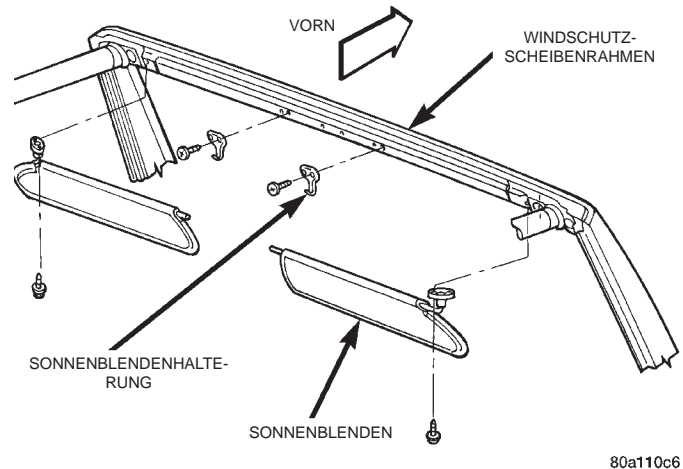

Abb. 71 Sonnenblende
(1) Befestigungsschrauben lösen, mit denen die Halterungen des Sonnenblenden-Befestigungsarms am Windschutzscheibenrahmen befestigt sind (Abb. 71).
(2) Sonnenblende vom Windschutzscheibenrahmen abbauen.